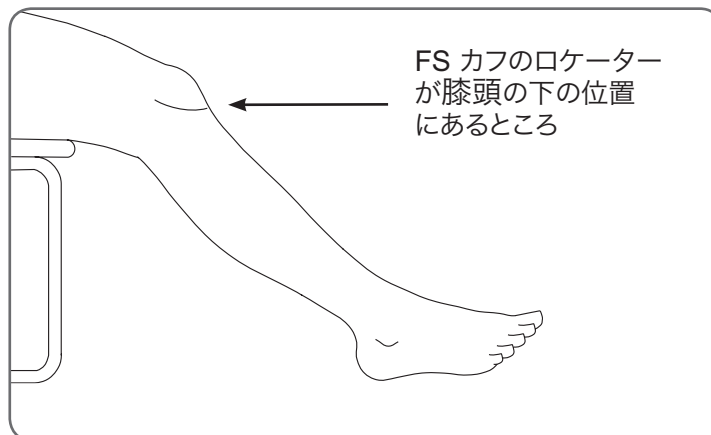

図 4 :FS カフの位置決めに対する推奨される膝の角度
3. 図 4 のように、座った姿勢で軽く脚を伸ばします。膝頭の輪郭がはっきりするはずです (必要であれば、脚を台などの上に置いてください)。